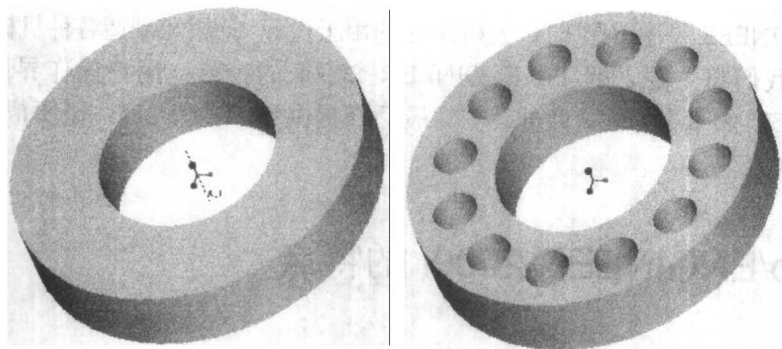

图 1-2 隐藏特征与修改特征尺寸
- 用户可以方便地隐藏和改变特征参数,从而快速修改图形。例如,图 1-2 显示了隐藏孔特征阵列和修改孔特征尺寸后的法兰盘。